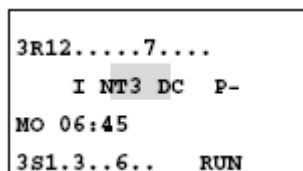

图 5-41
- (3) 如果想看本地扩展的输入输出状态，按下 OK 键，如图 5-41。